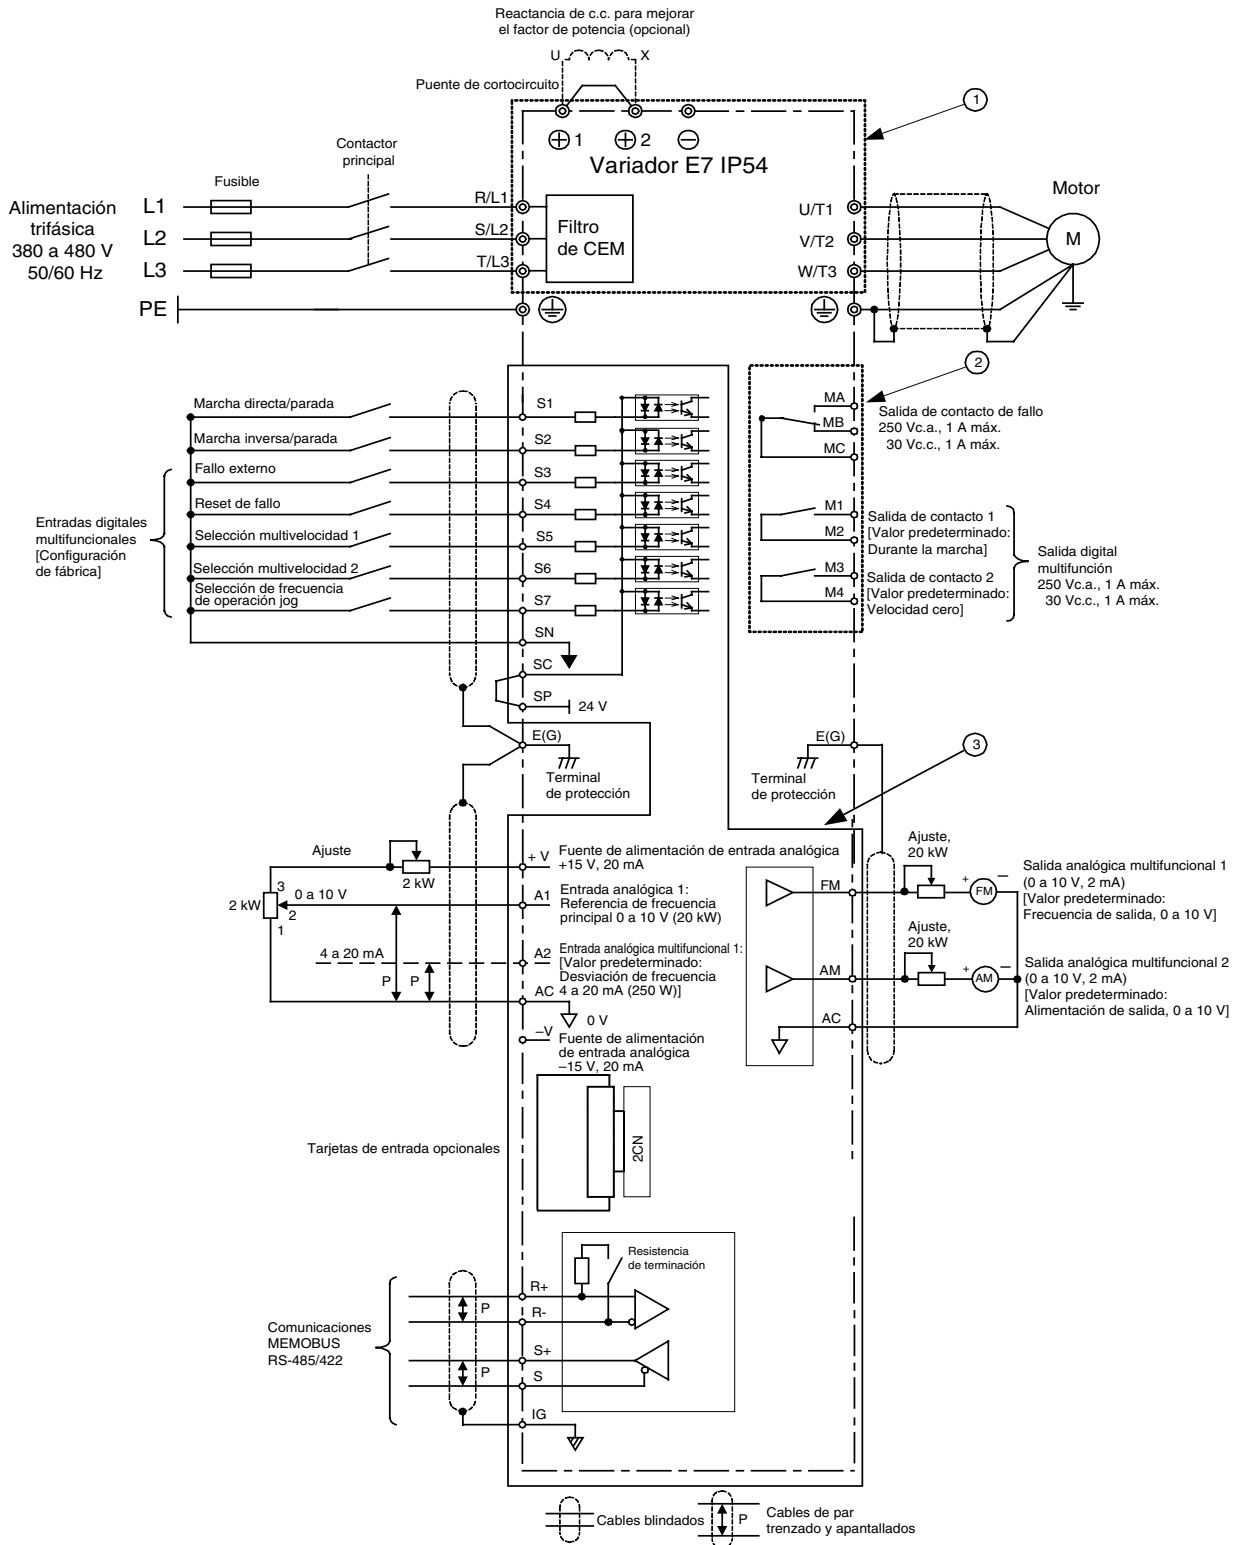

Fig. 2 Diagrama de cableado
1. En la Fig. 2 puede verse el cableado de las entradas digitales S1 a S7 para la conexión de contactos o de transistores NPN (modo 0V común y NPN). Esta es la configuración predeterminada. Para conectar transistores PNP o para utilizar una fuente de alimentación externa de 24V consulte la Tabla 3.